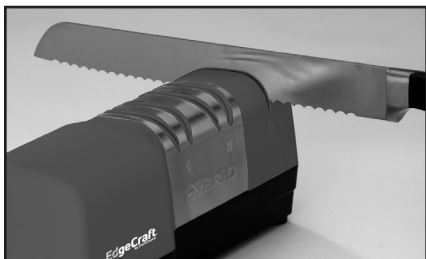

Figure 7. Couteau à dents dans le module 3.
Les lames à dents peuvent être aiguisées au module 3 (voir Figure 7). Centrez la lame dans la fente du module 3 et effectuez cinq (5) passages doubles. Vérifiez le tranchant, et si nécessaire, effectuez 5 passages doubles complets supplémentaires. Vérifiez le tranchant de la lame. Si la lame à affûter est très émoussée, effectuez d'abord deux passages doubles complets rapides, en alternant les fentes droite et gauche dans le module 2, puis cinq (5) passages doubles dans le module 3. Par nature, les couteaux à dents ne paraîtront pas aussi aiguisés ou ne couperont pas aussi fluidement que des lames lisses. Attention : Ne réalisez pas de passages doubles dans le module 2, le métal des dents de la lame partirait.